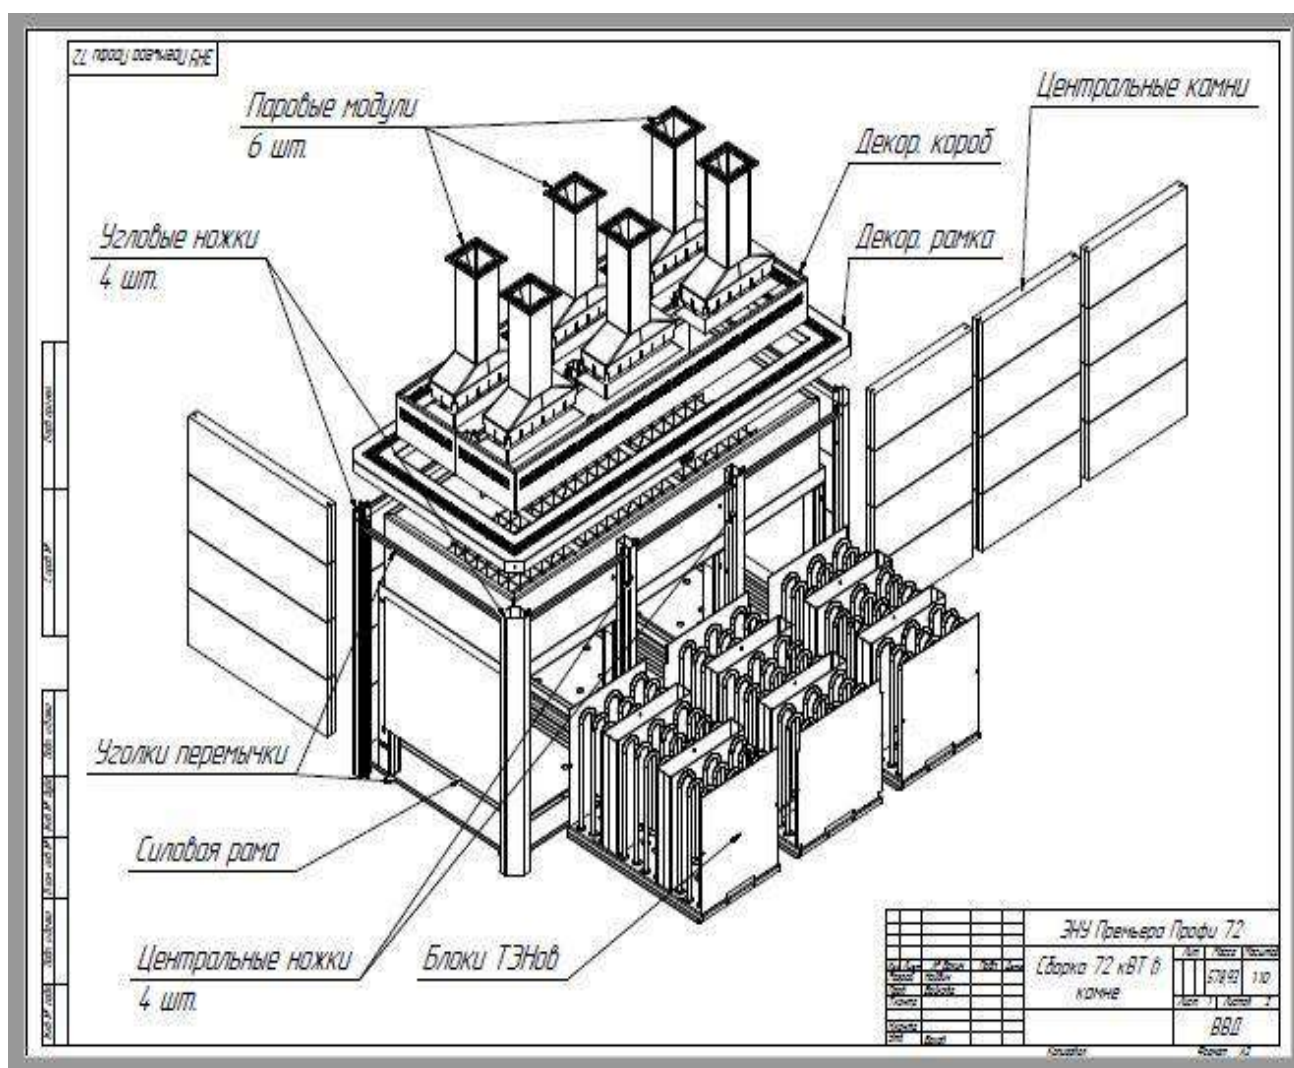

Рис.5 Сборка в камне ЭНУ Премьера Профи
1. Установить силовую раму печи на ровное основание (рис.5)